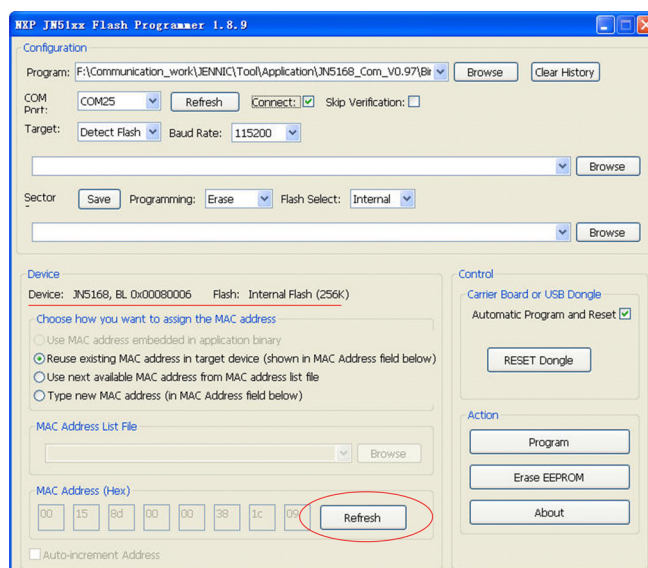

图 2.1 软件设置
- 把 FlashGUI 编程软件拷贝到无中文的路径下并打开软件，设置如图 2.1 所示，COM Port 选择连接 ZM5168 模块的串口，Target 选择 Detect Flash，Baud Rate 根据电脑串口支持的波特率进行选择，如果是电脑自带的串口，波特率选择 115200，点击软件下面的【Refresh】按钮，在 Device 应能显示 JN5168，如果不行，请检查串口是否连接好，模块的第 3 管脚是否接地。